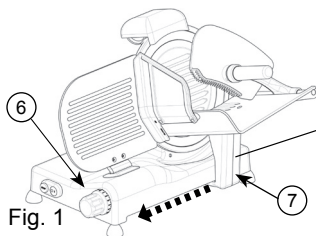

Fig. 1
• Togliere la spina dalla presa di corrente. • Pulire accuratamente la parte di lama da affilare. • Ripristinare la presa di corrente. • Posizionare la paratia mobile (2) alla massima distanza dalla lama (3) ruotando la manopola graduata (6). • Applicare il gruppo affilatoio (10) sulla paratia mobile (2) come indicato in Fig.1 bloccandolo sulla stessa mediante il pomolo (23). • Premere l'interruttore d'avviamento motore (5) in modo da attivare l'affilatura automatica. Se è necessario ruotare la manopola graduata (6) fintanto che la mola affilatrice ruoti assieme alla lama. • Lasciare affilare automaticamente la lama per circa 1 minuto, quindi procedere premendo il bottone di pressione della mola controbava (27) per circa 2 o 3 secondi; contemporaneamente al rilascio del bottone spegnere il motore. • Effettuata l'affilatura togliere l'affilatoio (10) dalla paratia mobile (2) e reinserire lo stesso nell'alloggiamento originario. • Dopo più affilature pulire la mola affilatrice da eventuali residui con alcool servendosi di uno spazzolino.
- *Make sure that the graduated knob (6) is in position "0" - Fig. 1 (the system operates only if the graduated knob is in position "0").*